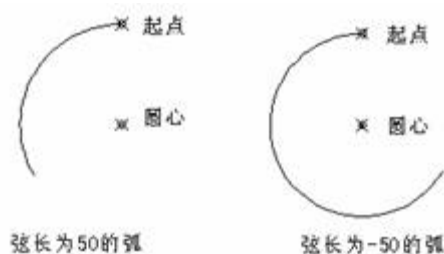

图 3-9 起点、圆心长度画弧中正负弦长的状态
- 半径：指定圆弧的半径。正值绘制小于  $180^\circ$  的圆弧，负值则绘制大于  $180^\circ$  的圆弧。如图 3-9 所示。